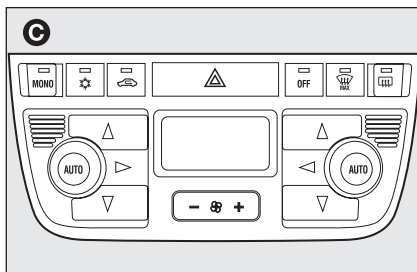

fig. 6
- ☐ con climatizzatore automatico bi-zona C-fig. 6.